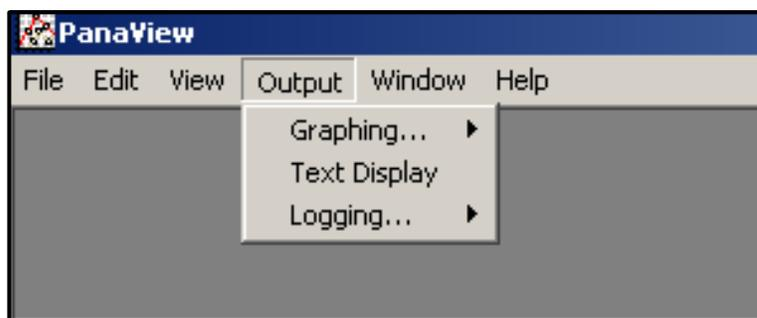

Figura 18: Menú Salida
1. En PanaView, despliegue el menú *Salida*, como se muestra en la Figura 18, y haga clic en la opción *Visualización de texto*.